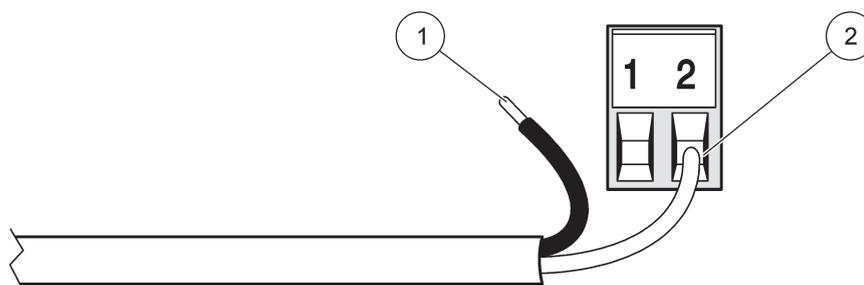
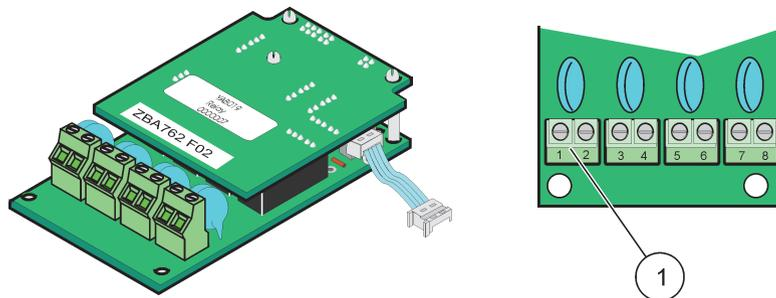
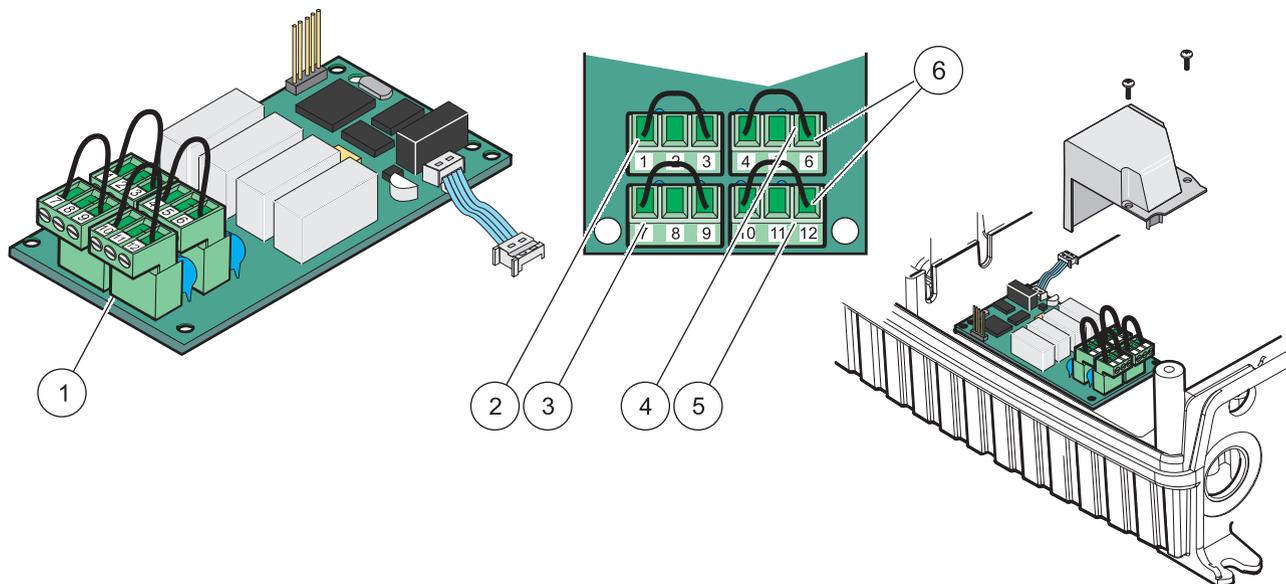

Figura 19 Preparazione corretta del cablaggio e inserimento
Figura 20 Scheda relè (versione precedente, non più in produzione dal 2008)
Figura 21 Scheda relay (YAB076, scambio)
5. Inserire il cavo attraverso la base del modulo e preparare ed inserire correttamente ciascun filo (Figura 19) nel terminale in accordo a Figura 20/Tabella 3 e Figura 21/Tabella 4. Dopo ogni inserimento, tirare leggermente il filo per controllare che il collegamento resista.